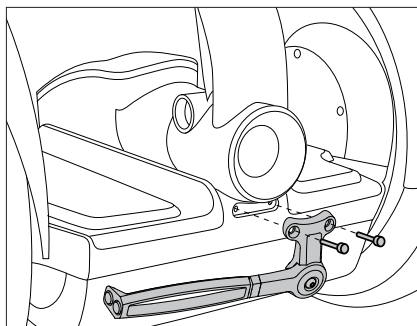

Figure 2. Fixation de la béquille de stationnement
3. Placez la béquille de stationnement sur la garniture avant de façon à aligner les trous. **Référez-vous à la figure 2.**
4. Vissez les (2) vis de 14 mm de long (incluses dans ce kit) dans la béquille de stationnement et dans la garniture avant. **Référez-vous à la figure 2.** En utilisant une clé hexagonale de 4 mm serrez les vis à un couple de 1,5 Nm.